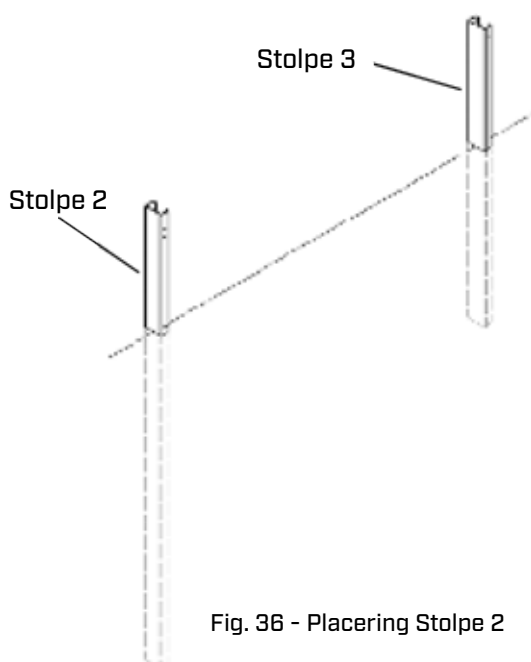

Fig. 36 - Placering Stolpe 2
2.2 Nästa stolpe, Stolpe 2, orienteras enligt Fig 36.